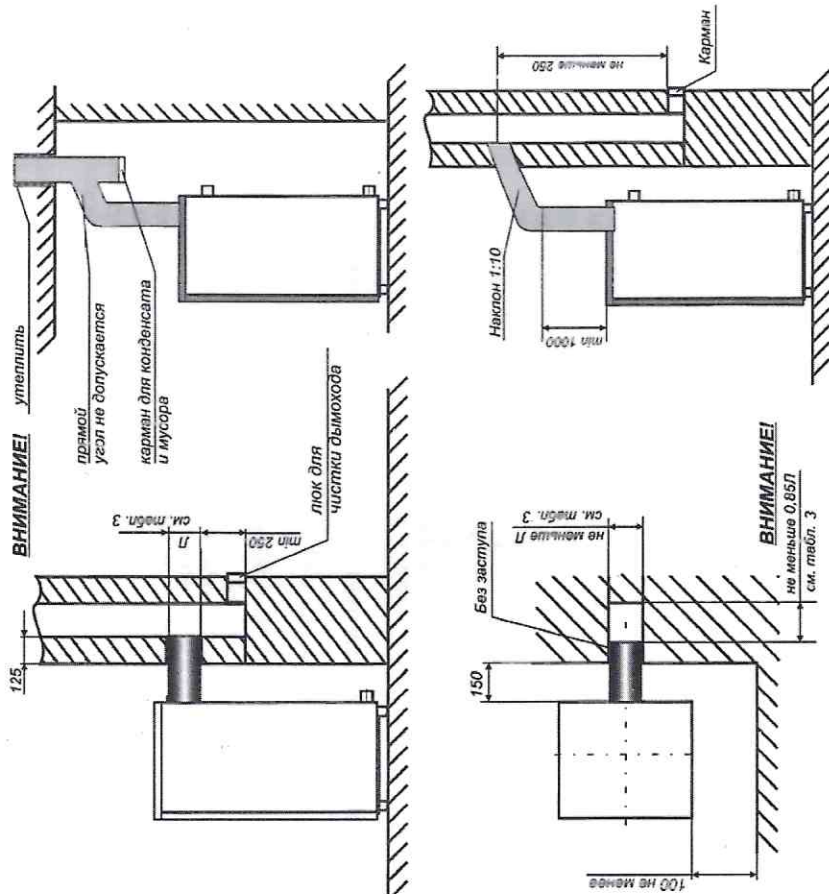

Рис. 4. Схема подключения котла к дымовому каналу и план установки котла
- 6.10. Присоединение котла к дымоходу (рис.4) должно осуществляться трубами из кровельной стали. Диаметр трубы должен быть не менее размера газохода котла. Трубы должны надеваться одна на другую по ходу отвода продуктов сгорания не менее, чем на 0,5 своего диаметра, и быть уплотненными. Допускается подсоединять котёл к дымоходу гибким гофрированным металлическим патрубком при согласовании с газовой службой, но завод-изготовитель не рекомендует использовать гофрированный патрубок, так как могут возникнуть проблемы с тягой. Место соединения патрубка газохода с дымоходом должно быть герметичным. Не допускается подсоединять к дымоходу котла другие отопительные устройства и устанавливать на нем шиббер.
- а) дымоход, к которому подключается котел, как правило, должен быть расположен во внутренней капитальной стене здания, рис.4. При расположении дымохода в наружной стене толщина кладки должна соответствовать указанной в таблице 3.